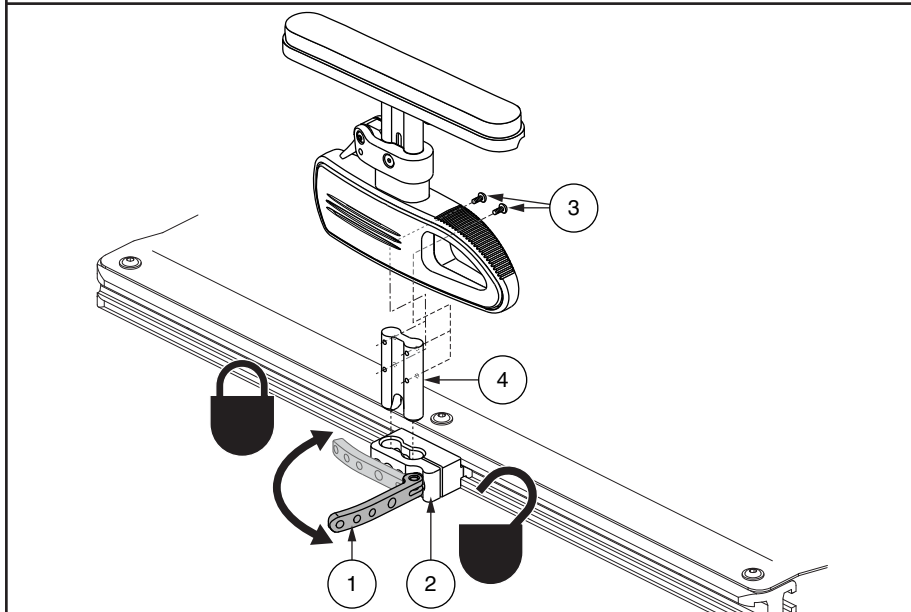

Figura 16. Reposabrazos amovible ajustable en altura de uso pediátrico
1. Retire los tornillos 1 y 2 de la barra de anclaje. **Ver figura 16.**